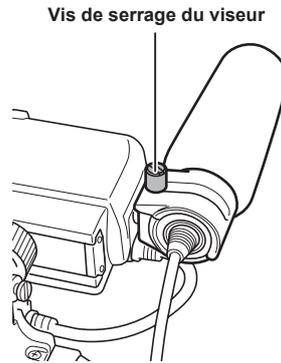

Fig. 2
- 2** Montez le microphone et serrez la vis de serrage du viseur. (Fig. 2)